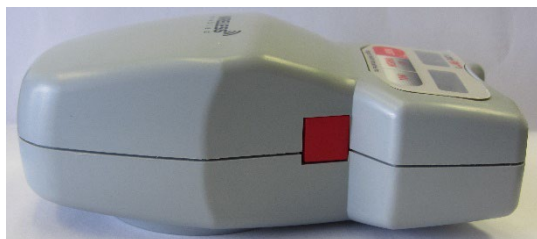

Bild 3. Inklinometerens bläddringsknapp
- Läget för muskeltestning (MT):
- Inklinometerens bläddringsknapp: röd knapp på sidan av apparaten. I testläget som inklinometer används denna knapp för att registrera och bläddra igenom vinkelavläsningar (se bild 3).